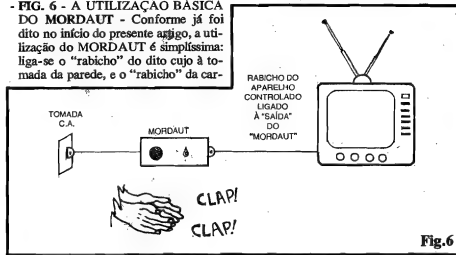

Fig. 6
- **FIG. 6 - A UTILIZAÇÃO BÁSICA DO MORDAUT** - Conforme já foi dito no início do presente artigo, a utilização do MORDAUT é simplíssima: liga-se o "rabicho" do dito cujo à tomada da parede, e o "rabicho" da car-